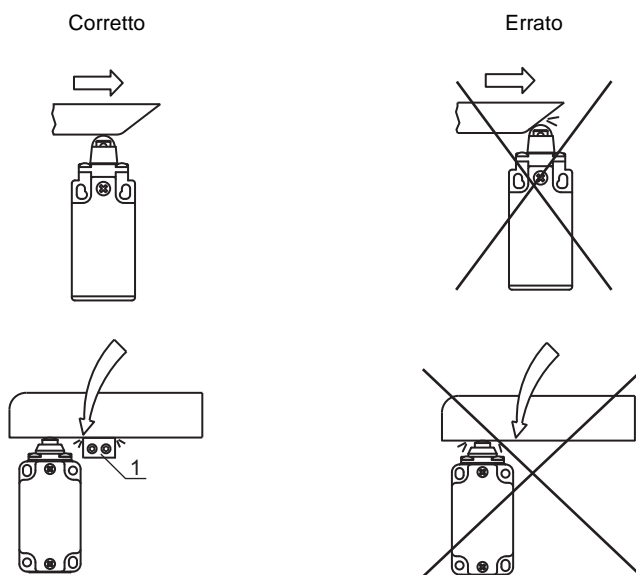

Figura 6.3: Battuta meccanica (1)
- ↪ Utilizzare una battuta meccanica a parte (vedere figura 6.3).